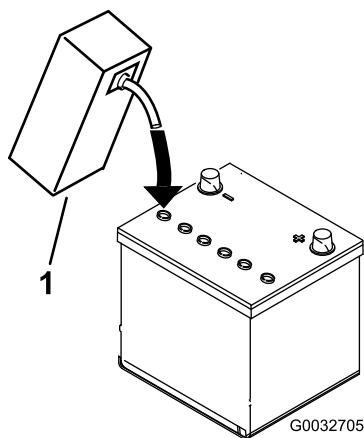

図 8
3. 各セルの電極板が液面下 6 mm 程度に水没するまで、電解液を慎重に入れる 図 8。
4. 電極板が液を吸収するまで20-30分程度待つ。必要に応じて、電極板が 6 mm 程度水没するぐらいに電解液を補充する 図 8。